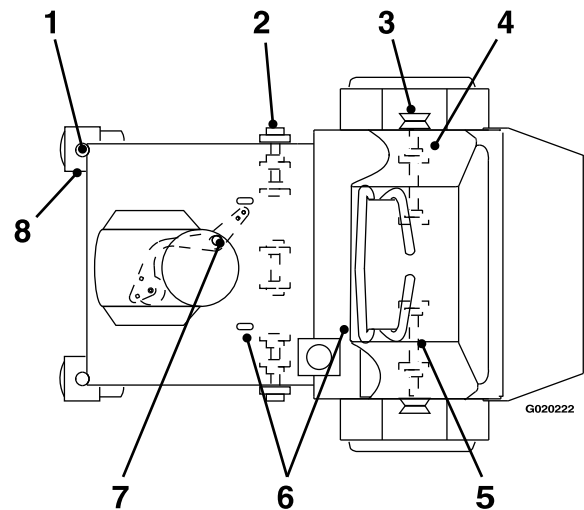

Figure 30
2. Essuyez les graisseurs avec un chiffon propre (Figure 30).
3. Raccordez une pompe à graisse aux graisseurs (Figure 30).